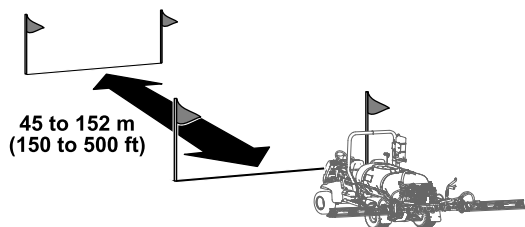
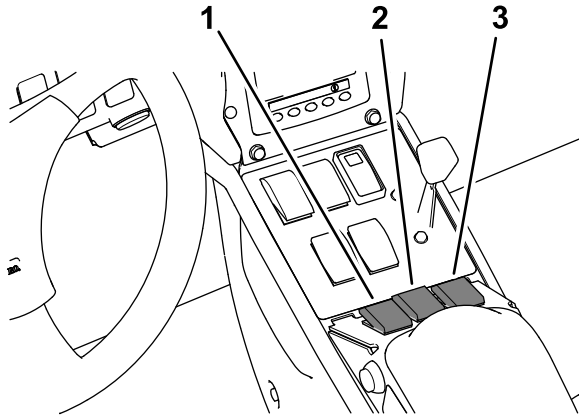

図 63
図 66
5. テスト場所ターフ上にスタートラインを引く 図 63。
3. インフォセンターのボタン 2 を押し、ゴールラインまで車両を運転する (図 66 と図 63)。